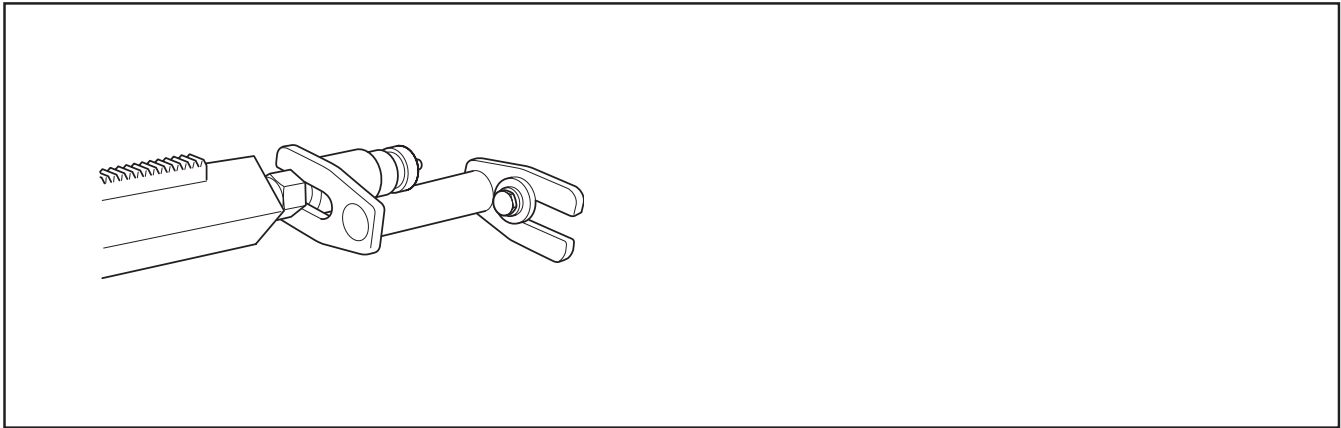

Fig.19
7. Para mayor seguridad de la columna de perforación se puede usar la fijación de expansión (fig. 19). La fijación se ajusta contra el tornillo de puntal y se fija en el techo con un tornillo de expansión. Fijar con una tuerca de seguridad de 30 mm.
7. Para uma melhor fixação da coluna de perfuração pode-se usar a fixação de expansão (Fig. 19). A fixação pode ser ajustada contra o parafuso de escora e fixada ao teto com um parafuso de expansão. Fixar com porca de segurança de 30 mm.
7. The expander attachment can be used to provide additional anchorage of the drill column (Fig .19). The attachment is adjusted against the support column screw and is secured on the ceiling with an expansion bolt. Secure with the locking nut 30 mm.